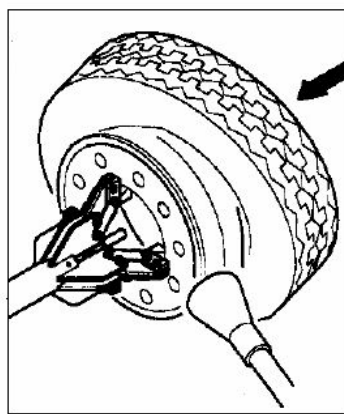

Рис.9
- Закрепите монтажный зажим на лицевой стороне обода и расположите оба борта шины поверх зажима (Рис.9)